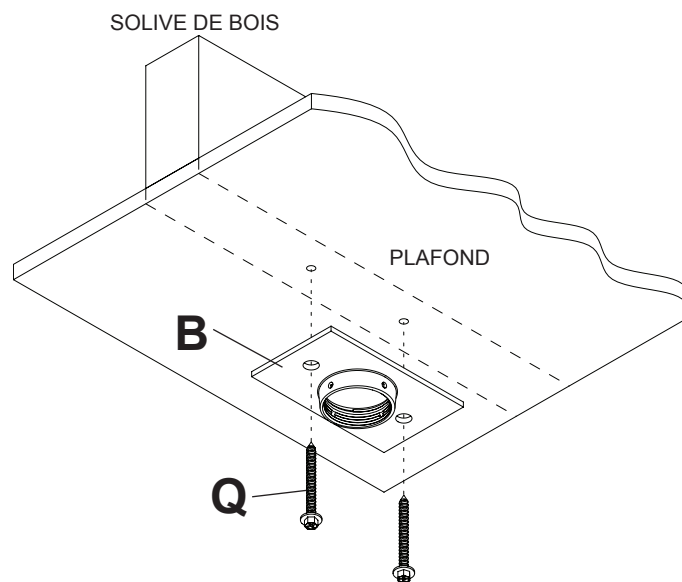

fig. 1.1
- 1** Percez deux trous de 5/32 po (4 mm) de dia. à une profondeur minimale de 2,5 po (64 mm). Fixez la plaque de plafond (**B**) au plafond avec deux vis à bois no 14 x 2.5 po (**Q**) à l'aide d'une clé à douille de 3/8 po (10 mm) comme illustré à la figure 1.1.